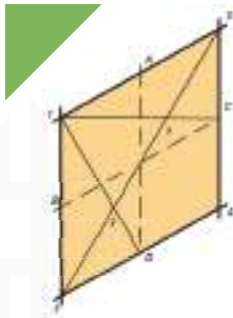

Fig. 4.41
- Unir 1 con C y 1 con D (Fig. 4.41).
- Unir 3 con 2 y localizar los puntos X e Y (Fig. 4.41).